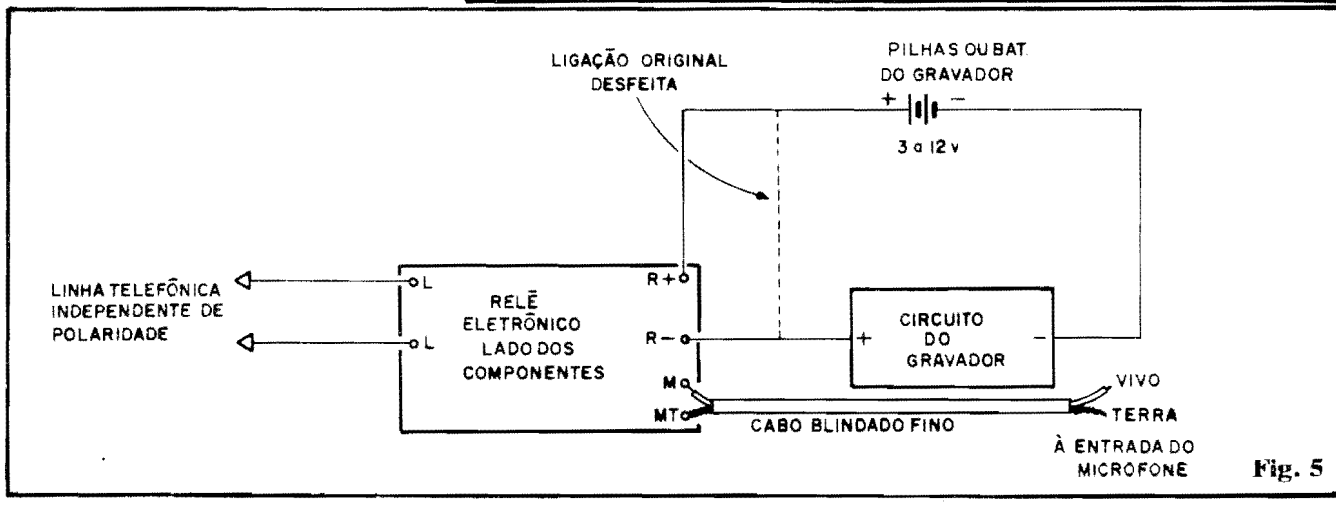
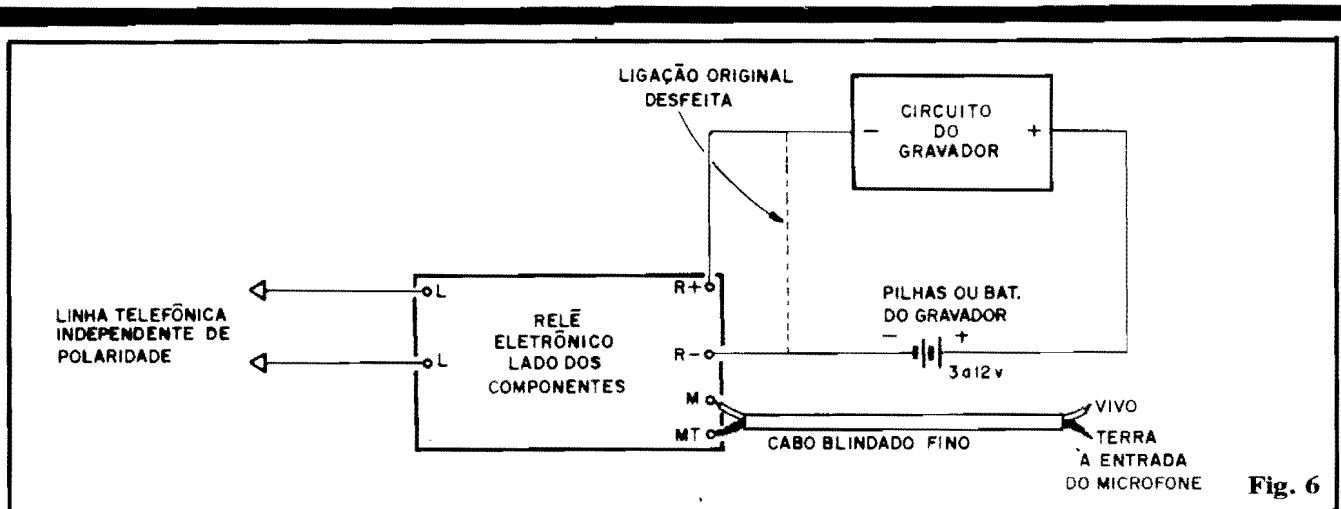
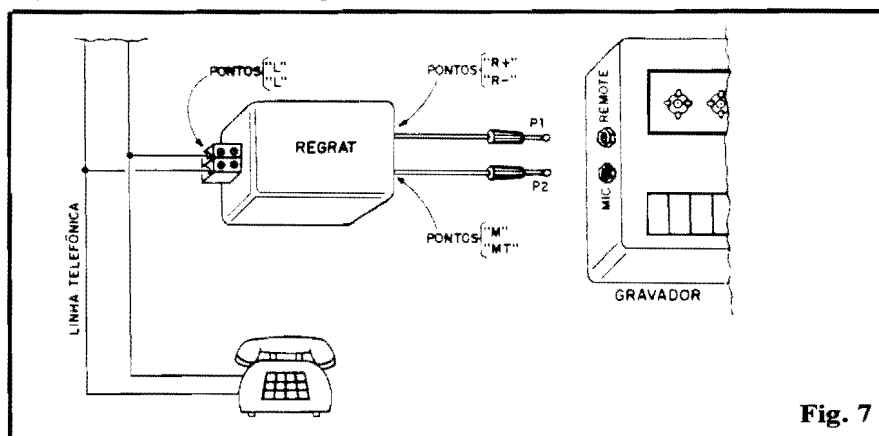

Fig. 5
Fig. 6
Fig. 7
- FIG. 5 - Primeiro "modelo" de acoplamento" do REGRAT com o gravador... Notar que o bloco rotulado de "Circuito do Gravador" inclui toda a parte eletrônica deste, mais seu motor... Observar a ligação interna do circuito do gravador, que deve ser desfeita (interrompida) para o acoplamento do chaveamento eletrônico feito pelo REGRAT. Atenção às polaridades (todas claramente indicadas) e à necessidade de se usar cabo blindado mono, fino, para a conexão à Entrada de Microfone do gravador...
- FIG. 6 - Segundo "modelo" de
acoplamento REGRAT/gravador... Dependendo do circuito interno do gravador, de qual polaridade tem sua referência interna de "terra", uma das duas soluções (fig. 5 ou fig. 6) deverá dar melhores resultados do que outra... Assim, é conveniente que o Leitor/Hobbysta experimente ambas e verifique qual mostra funcionamento mais consistente. Notar que nessa configuração (ao contrário da mostrada na fig. 5) é a linha do **negativo** da alimentação interna do gravador que deve sofrer a "ruptura" e intercalação do REGRAT... Como sempre, **ATENÇÃO** às polaridades indicadas e à presença de cabagem blindada na interconexão de Microfone...
- **FIG. 7** - Os "modelos" de instalação mostrados nas figs. 5 e 6 pressupõem o "embutimento" da plaquinha do REGRAT em qualquer pequeno espaço "sobrante" dentro da própria caixa do gravador acoplado... Alguns gravadores, porém, apresentam acessos (jaques) externos para "Remote" e "Microfone"... Nesse caso, conforme ilustra o diagrama, o REGRAT pode ser abrigado em caixinha independente, autônoma, dotada dos convenientes cabos e plugues para conexão aos tais jaques do gravador! Observar, na mesma figura, a forma como os pontos "L-L" são ligados à linha telefônica (e que - eletricamente - também vale para os arranjos mostrados nas figs. 5 e 6...). Especificamente quanto ao cabo/plugue P1 que deve ser ligado
fios que, internamente, vão a tais jaques. Já nos gravadores "mini" e "micro", normalmente não há acesso externo às funções "Remote" e "Mic", devendo então as ligações serem feitas conforme Instruções básicas mostradas nas figs. 5 e 6.